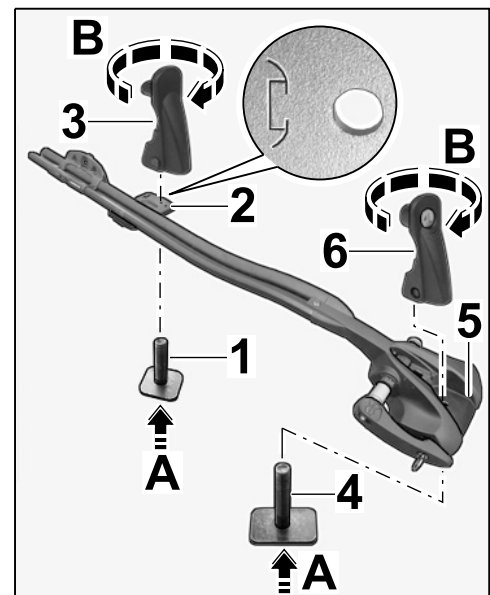

Figura 8
1.4.2 Pasar el perno en T M6 x 35 desde abajo a través del orificio con la marca (⇒ *Figura 8 -detalle-*) de la placa de sujeción (trasera) (⇒ *Figura 8 -A-*).
Apretar la palanca tensora aprox. 3 vueltas en el perno en T M6 x 35 (⇒ *Figura 8-B-*).
1.4.3 Pasar el perno en T M6 x 40 a través del orificio en el alojamiento para la horquilla de la rueda delantera (⇒ *Figura 8-5-*) (⇒ *Figura 8-A-*).
Apretar la palanca tensora con cerradura (⇒ *Figura 8-6-*) aprox. 3 vueltas en el perno en T M6 x 40 (⇒ *Figura 8-B-*).